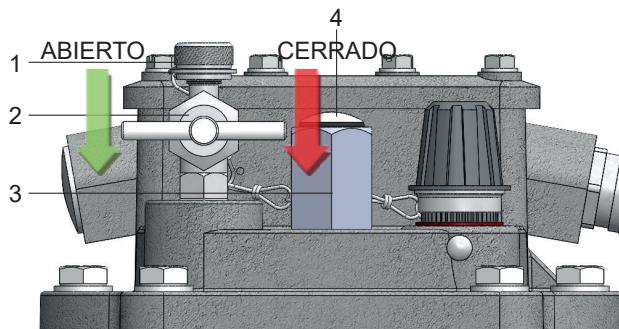

Fig.12 - Tapa del relé de gas con tubo de llenado de aceite (cifra identificadora 29D)
- desatornille la tuerca de sombrerete pequeña (Fig. 12/No. 1) desde la válvula de purga (Fig. 12/No. 2) y abra la válvula de purga (girar en el sentido contrario a las agujas del reloj)
- desatornille el tapón roscado (Fig. 12/ No. 4) desde el tubo de llenado de aceite (Fig. 12/No. 3)
- atornille el tapón roscado (Fig. 12/No. 4) firmemente en el tubo de llenado apenas comience a salir líquido aislante
- cierre la válvula de purga y atornille la tuerca de sombrerete pequeña (Fig. 12/ No. 1) en la válvula de purga